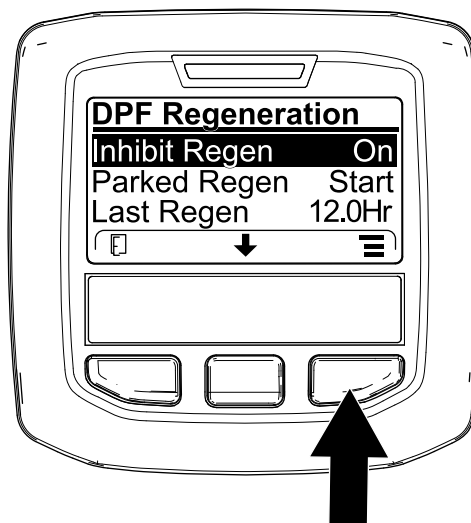
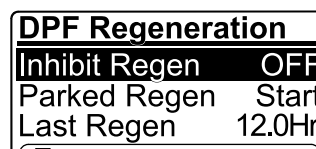

図 76
図 77
1. DPF Regeneration メニューで、中央ボタンを押して再生禁止 INHIBIT REGEN オプションに移動し、右ボタンで中に入る 図 76。
2. 右ボタンを使って、設定をを、ON から OFF 図 76または OFF から ON に変える 図 77。